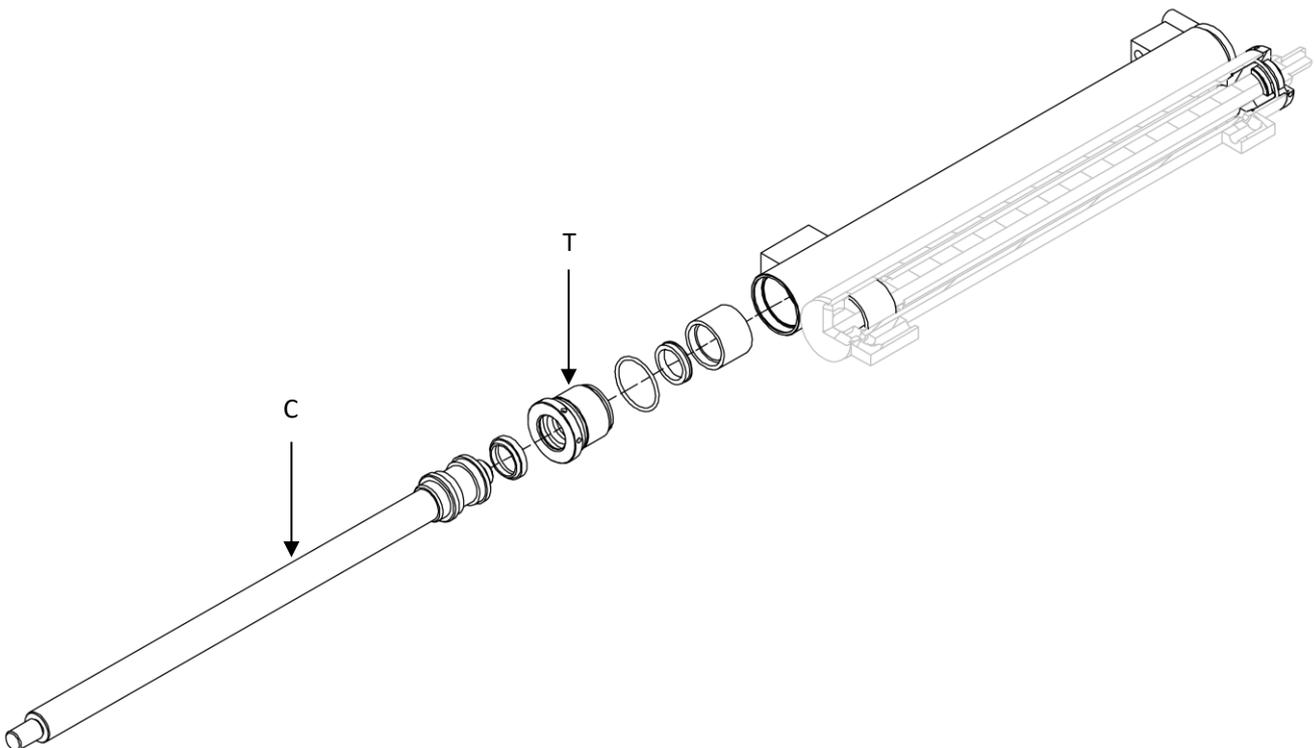

Figura 12
8. Prendere come riferimento la *Figura 12*.